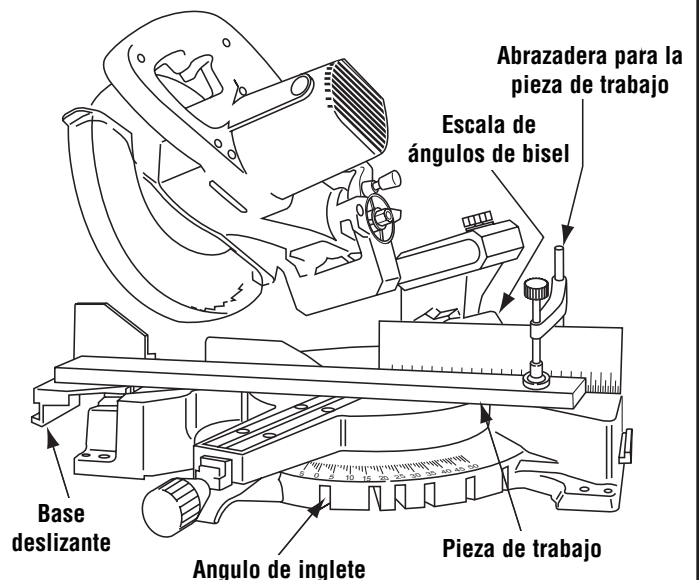

Figura 31. Corte compuesto
1. Extienda la base/tope-guía deslizante al hacer cortes compuestos que estén ingleteados hacia la izquierda (vea la sección Extensión de la base/tope-guía deslizante en la página 56). Seleccione los ángulos de inglete y de bisel deseados (Figura 31). (Vea Corte a inglete y Corte en bisel en la página 58.)